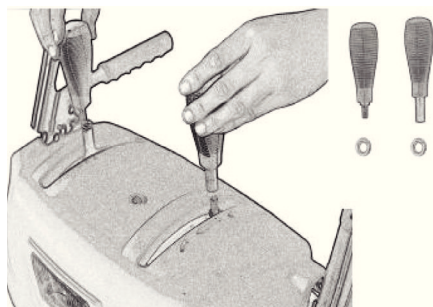

рис. 9
- установите рукоятки на рычаги переключения скоростей и регулировки высоты отражателя снега на панели управления и закрутите (рис.9)